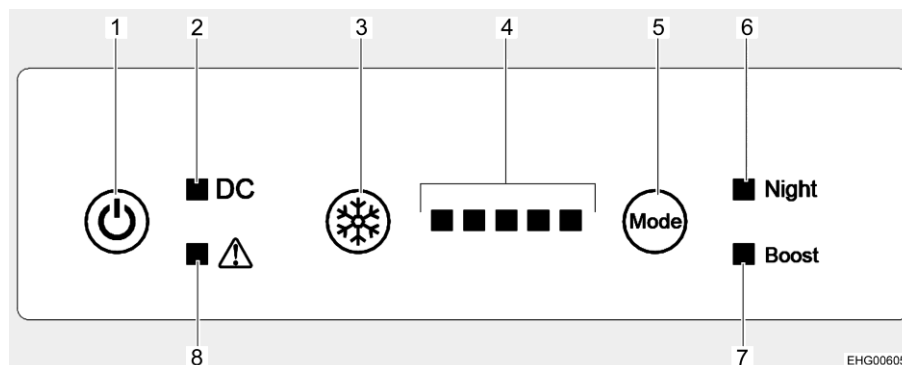

Fig. 110 Elementos de mando (frigorífico)
Conectar: ■ Presionar la tecla On/Off (Fig. 110,1) por 1 segundo. Suenan el zumbador, se encienden todas las luces de control (prueba de luces) y se apagan al cabo de unos 10 segundos. La luz de control Funcionamiento (Fig. 110,2) permanece encendida e indica que el frigorífico está funcionando. El compresor arranca después de un breve retardo.
■ Pulsar el interruptor de encendido/apagado (Fig. 110,1) durante 10 segundos. Suenan el zumbador y se apagan todas las luces de control.
Ajustar el nivel de refrigeración: ■ Pulsar la tecla para el nivel de refrigeración (Fig. 110,3) repetidamente hasta que se visualice el nivel de refrigeración deseado. Tanto más luces de control (Fig. 110,4) estén encendidas, tanto más alta será la potencia frigorífica (y también el consumo de energía).
Conectar el modo nocturno: ■ Pulsar la tecla Modo de funcionamiento (Fig. 110,5) repetidamente hasta que la luz de control Modo nocturno (Fig. 110,6) esté encendida. Ahora, el frigorífico estará funcionando en el modo nocturno.
- Pulsar la tecla Modo de funcionamiento (Fig. 110,5) repetidamente hasta que la luz de control Modo nocturno (Fig. 110,6) se apague. El frigorífico estará funcionando en el modo normal.
- Pulsar la tecla Modo de funcionamiento (Fig. 110,5) repetidamente hasta que la luz de control Modo Boost (Fig. 110,7) esté encendida. Ahora, el frigorífico estará funcionando en el modo Boost.
- Pulsar la tecla Modo de funcionamiento (Fig. 110,5) repetidamente hasta que la luz de control Modo Boost (Fig. 110,7) se apague. El frigorífico estará funcionando en el modo normal.